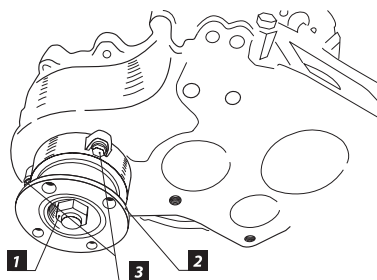

Рис. 2
5. Раскертите и открутите гайку крепления фланца переднего моста [1] (Рис. 2), снимите фланец привода переднего моста [2] и, открутив 3 болта М8 [3], снимите крышку вала привода переднего моста.